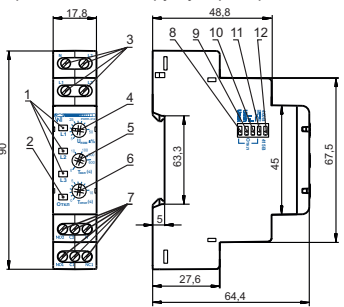

Рисунок 1
2) Регулятором **Уном ±%** (поз.4 рис. 1) установите необходимый порог срабатывания по максимальному и минимальному напряжению в процентах от номинального напряжения питания сети.
3) Регулятором **Тоткл (с)** (поз.6 рис. 1) установите время срабатывания защиты.
4) Регулятором **Твкл (с)** (поз.5 рис. 1) установите время АПВ.
5) Переключателями срабатывания защиты (поз. 8 – 11 рис. 1) включите необходимые защиты.
6) Переключателем **400 В / 415 В** (поз. 12 рис. 1) установите тип используемой сети.
*Если Вы планируете использовать изделие в режиме «Контроль максимального напряжения» (разд. «Работа изделия»), разрыв питания катушки КМ необходимо подключить к клеммам **C1-NC1 (C2-NC2)** (обратная логика включения). Переключатель **U_{max}** (поз. 8 рис. 1) переместите в положение «Включено», а переключатели **☒**, **☐**, **U_{min}** – в положение «Откл».*